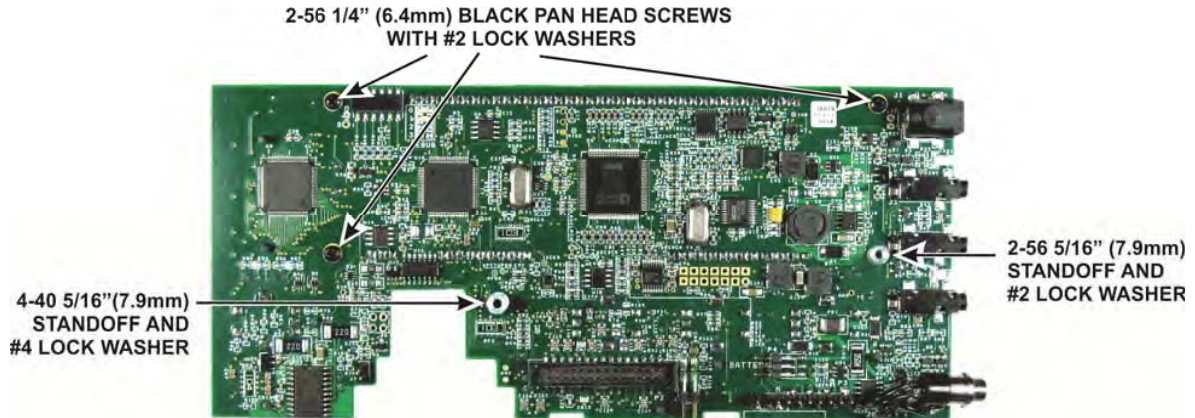

Figure 15. CP Board Standoff Hardware - Back.
- コントロール・パネル・ボード・アセンブリーをひっくり返して、スペンサーが図15に示されるような正確な位置にあると確信するためにそれを検査してください。さらに、次のことを確認する、あなた、各々間の置かれた止め座金、離れている、またねじる、またpcボード。